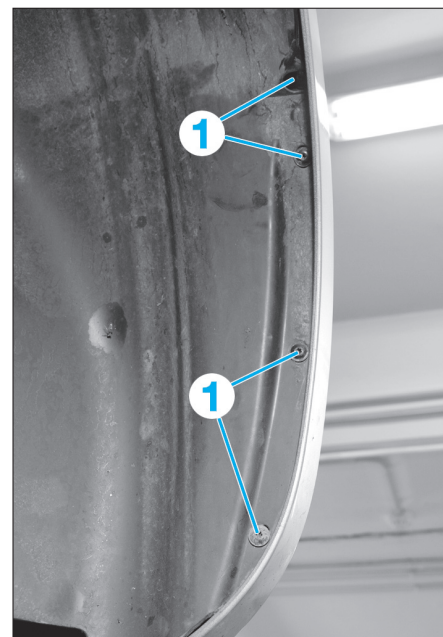

Fig. 78
- De chaque côté du bouclier, dévisser les vis (1) du pare-boue (Fig.78).